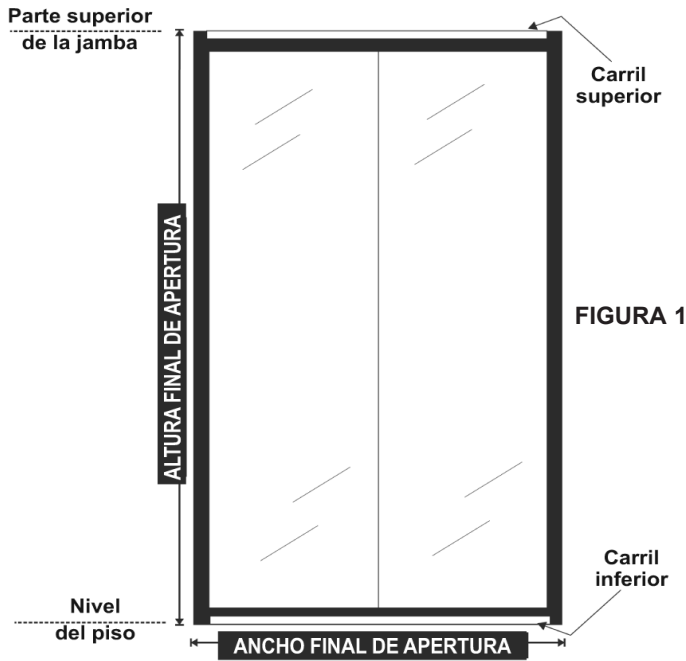

FIGURA 1
Mida el tamaño final de la apertura; consulte las siguientes Especificaciones para asegurar el tamaño adecuado de la puerta (FIGURA 1). El ancho de puerta acabada proporciona 1-1/2" (38) de superposición de puertas en el centro de la siguiente apertura para asegurar un tamaño de puerta adecuado (FIGURA 1).